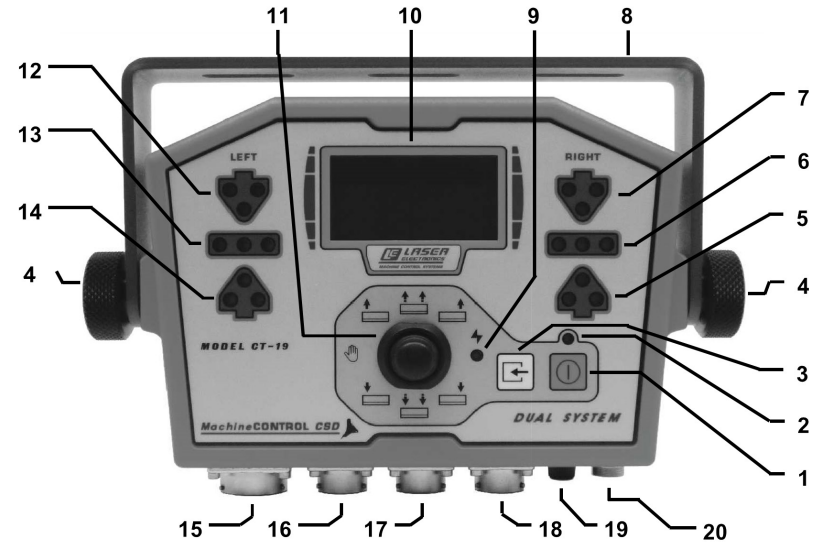

Abb. 1, Bedienfeld CT-19
- CT-19:** Um Werte auszuwählen und einzustellen, bewegen Sie den Joystick (11, Abb. 1) nach oben oder unten. Zur Bestätigung bewegen Sie den Joystick nach links oder rechts oder drücken Sie die Menü-/Bestätigungstaste (3, Abb. 1)
Auswahl über den Joystick der Steuereinheit (11, Abb. 1)
-  Menü 1 (Abb. 6) zu wählen, drücken Sie die Menü-/Bestätigungstaste (3, Abb. 1). Das Menü 1 wird im Folgenden erläutert.
5.2 Einstellung der Helligkeit (2)